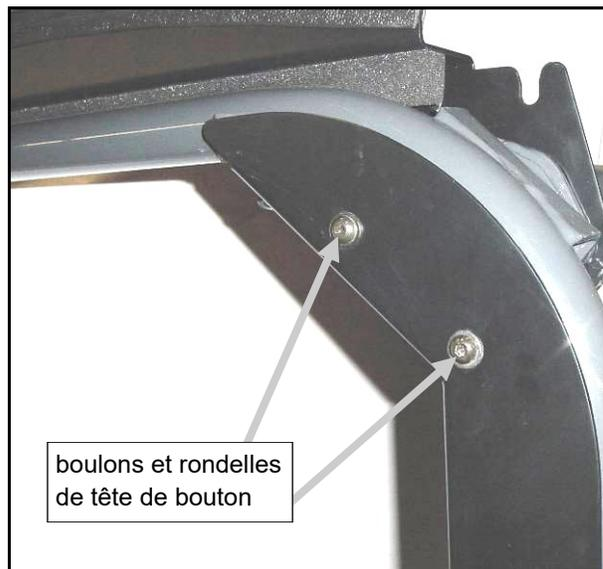
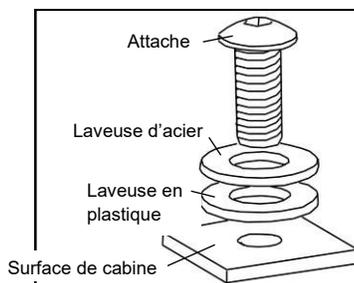
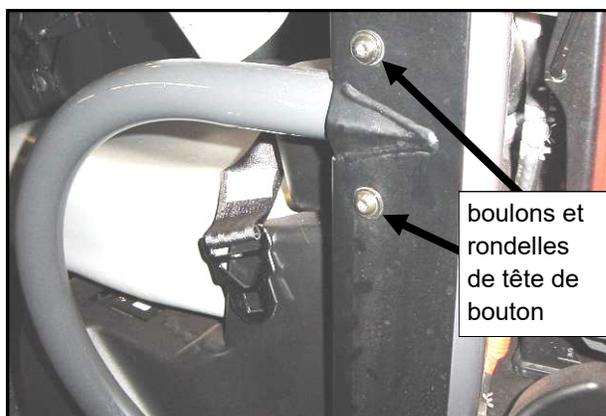

Fig. 5.4 (vue du côté du conducteur)
Fig. 5.4.1 (placement des rondelles en plastique)
Fig. 5.5 (vue du côté du conducteur)
5.4 Installez une plaque de charnière de porte à l'extérieur du tube ROPS arrière, comme le montre la fig. 5.4. Utilisez le matériel suivant : deux boulons à boutons longs de 5/16-18 x 1 po, quatre laveuses plates en acier (5/16 po), quatre rondelles en plastique (3/8) et deux locknuts (5/16-18). Locknuts d'être à l'intérieur de la cabine. Voir fig. 5.4.1 pour le placement des rondelles en plastique. Lâchez les boulons.
5.5 Attachez la partie inférieure de la plaque de charnière de la porte au tube de retenue de la hanche, comme le montre la figure 5.5 à l'aide des pinces ROPS U fournies et du matériel suivant : deux boulons de tête à boutons longs de 5/16-18 x 1 po, quatre laveuses plates en acier, quatre laveuses en plastique (3/8) et deux locknuts (5/16-18). Locknuts d'être à l'intérieur de la cabine. Assurez-vous d'orienter la pince en U de sorte que l'angle de la pince est aligné avec l'angle du tube de retenue de la hanche ROPS qu'il attache à. Voir fig. 5.4.1 pour le placement des rondelles en plastique. Lâchez les boulons.